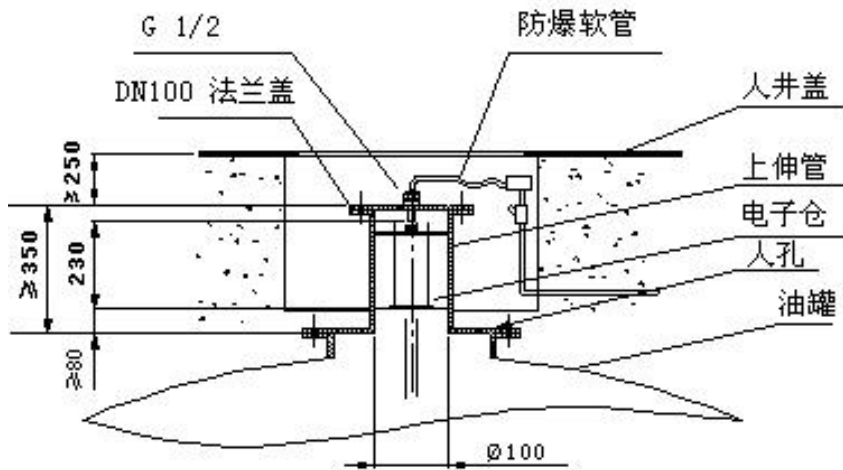

图 2 上伸管的施工
3. 上伸管焊接必须竖直（与水平面垂直），如上伸管伸入人孔盖内，伸入长度不能超过 100 mm，上伸管高于人孔盖不小于 350mm。上伸管要求内壁光滑。上伸管的施工可参照下图 2；
3. 人井盖到上伸管法兰盖(图 4 示为盲板法兰)的距离要大于 250mm(参照图 2), 便于防爆软管的安装；